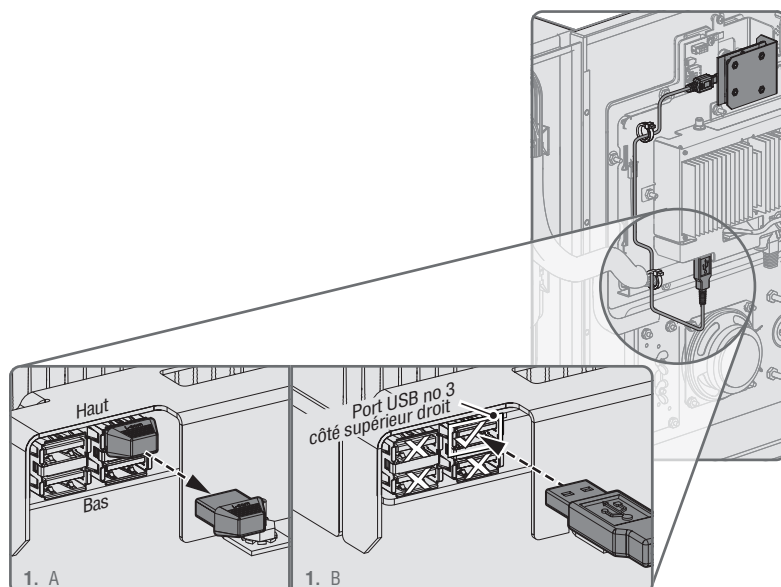

Figure 1. Dépose du bouchon protecteur et connexion au port USB no 3 sur le côté supérieur droit du contrôleur.
5. Utiliser des pinces pour débrancher le bouchon fantôme supérieur droit de la prise USB sur la carte logique (contrôleur). (Figure 1.A)
6. **LE PORT USB NO 3 DOIT ÊTRE UTILISÉ** pour connecter la caméra. L'extrémité micro USB du câble USB se branche dans la caméra et l'extrémité USB standard du câble se connecte spécifiquement au port USB no 3, (le port supérieur droit sur le contrôleur). (Voir la Figure 1.B)